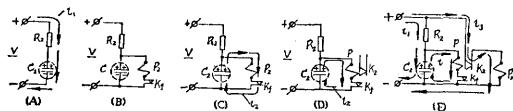

图 4
说明书中的图十是风速记录部份的线路图，为了便于理解图十，本文在图 4 中画了几个分解图。
首先，把电阻 R_2 与电解质电容 C 接起来，再接上电源。电源就会象图 4 (A) 画的那样，通过 R_2 对电容 C_2 充电，充电电流为 I_{10} 。当电容两端电压与电源电压相等时， $I_{10} = 0$ ，充电完毕。为了给 C_2 放电造成通路，我们从 R_2 与 C_2 之间引出一根线，接到中间继电器线圈 P_2 上， P_2
的另一端接风速表接点 K_f ，再接到电源负极，如图 4 (B) 所示。 K_f 不闭合， C_2 是无法放电的，而 K_f 是装在风速表内的常开接点，风杯每转 80 圈， K_f 闭合一次。见图 4 (C)，当 K_f 闭合时，电容 C_2 就通过 P_2 、 K_f 放电，放电电流 I_{10} 流过中间继电器线圈 P_2 。见图 4 (D)， P_2 是中间继电器线圈， K_2 是中间继电器上的一副常开接点。当放电电流 I_{10} 流过 P_2 时， K_2 就闭合。
中间继电器的构造，如说明书图二十三 B 所示。见图二十三 B 的内部原理图，当线圈 2 有电流流过时，就会吸动衔铁 4，于是顶头 6 就推动接点簧片 7，使之与静接点簧片 8 接触。这里的线圈 2，就是本文图 4 (D) 上的 P_2 ，而簧片 7、8，就是本文图 4 (D) 上的接点 K_2 。
综上所述，可以用图 4 (E) 作一个总结：电源通过 R_2 给 C_2 充电，充电电流为 I_{10} 。 K_f 闭合， C_2 对 P_2 放电。放电电流 I_{10} 流过 P_2 ，中间继电器动作， K_2 闭合。于是，接通主回路，电流 I_{10} 从电源正极出来，经 K_2 (注意， K_2 这时已经闭合)、 P_{11} 到电源负极。
本文图 5 是平均风向的测量线路，与图 4 比较，两图的充放电部份完全一样，原理也相同，不再赘述。